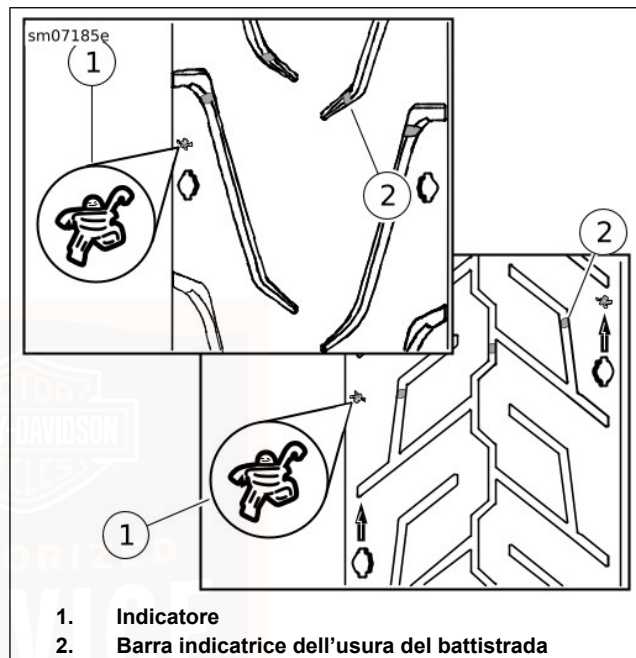
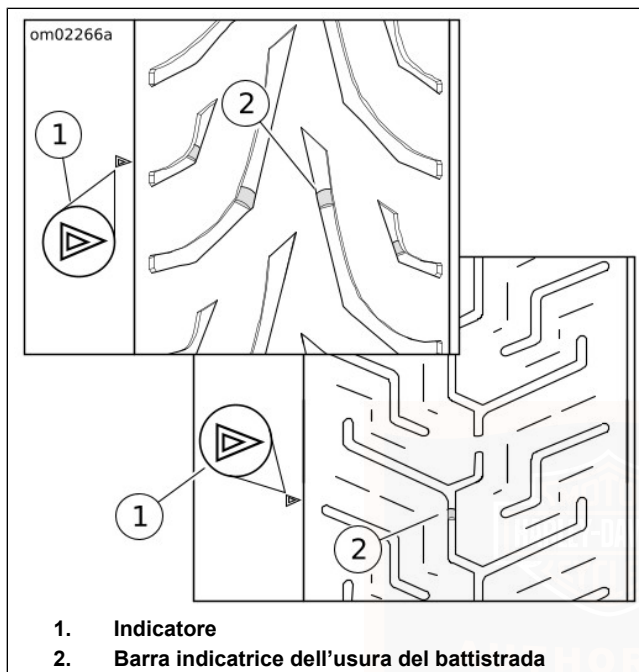

Figura 56. Disegno del battistrada: Pneumatici Michelin
Figura 57. Disegno del battistrada: Pneumatici Dunlop
- Vedere Figura 56 o Figura 57. Gli indicatori (1) sul fianco dello pneumatico indicano la posizione delle barre indicatrici dell'usura (2) nel battistrada.